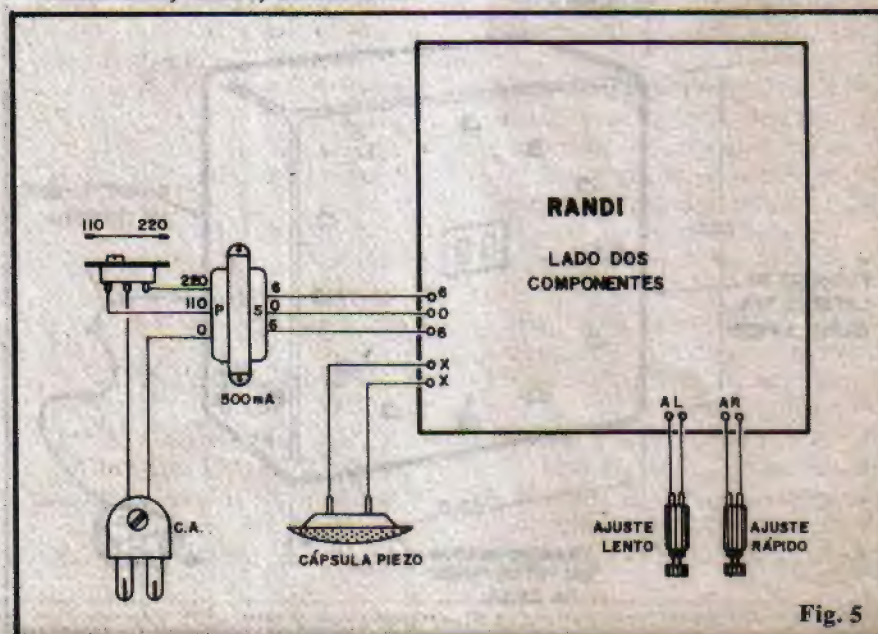

Fig. 5
mos de atenção e cuidado) refere-se às conexões externas à placa, detalhadas na fig. 5 (a placa ainda vista pelo lado dos componentes, como na fig. 4). Atenção principalmente às conexões do transformador, sempre lembrando que o lado que apresenta 3 fios de cores diferentes entre si é o primário (P), enquanto que o lado com fios extremos em cores idênticas é o secundário (S). Observar também as conexões da chave de tensão ("110-220"), ligações (e identificação) dos push-buttons de Ajuste Lento (AL) e Ajuste Rápido (AR) e da cápsula piezo (esta não tem polaridade, podendo seus terminais serem ligados indiferentemente à placa).
Todas as ligações mostradas na fig. 5 devem ser feitas com fios em comprimento apenas suficiente para a instalação final na caixa prevista, sem muitas "sobras". É desagradável e pouco prático um conjunto com aqueles **baita fiosões**, emaranhados e amontoados na instalação final...